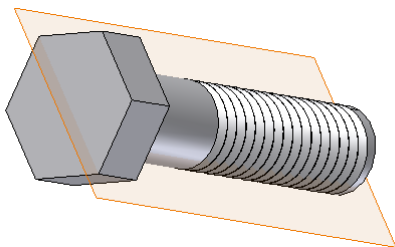

图 6-56 建立工作平面
① 建立一个工作平面，以创建螺旋扫掠的草图。工作平面应该过螺杆中心线，且与螺帽底面垂直，单击【模型】标签栏【定位特征】面板上的【工作平面】工具按钮，选择螺帽的两个相对的棱边，创建如图 6-56 所示的工作平面。